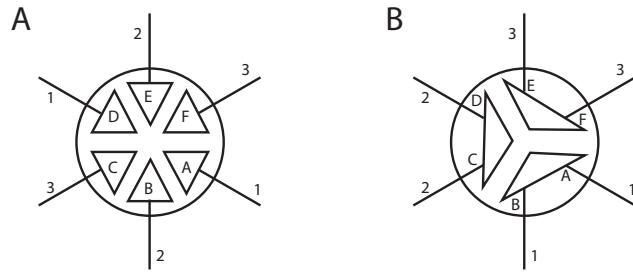

Fig. 8.e
- électrovanne d'alimentation (Fig. 8.a dét. 3 et Fig. 8.c dét. 2). Après avoir déconnecté les câbles et les tuyauteries, retirer l'électrovanne et contrôler l'état de propreté du filtre en entrée et le nettoyer, si nécessaire, utiliser de l'eau et un brosse souple;
- collecteur avec pompe de vidange (Fig. 8.a dét. 5). Vérifier qu'il n'y ait pas de résidus solides dans le logement du cylindre, retirer les éventuelles impuretés. Contrôler que le joint d'étanchéité (O-Ring) ne soit pas endommagé ou fissuré, si nécessaire le remplacer. Vérifier qu'il n'y ait pas de résidus solides dans le conduit de drainage;
- pompe de vidange (Fig. 8.c dét. 4). Déconnecter l'alimentation électrique, dévisser les vis de fixation et retirer les éventuelles impuretés (Fig. 8.a dét. 6). Nettoyer la cuve d'éventuelles incrustations et vérifier que l'eau coule librement de la cuve à la décharge (en correspondance de la pompe de vidange);
- cuvette de remplissage (Fig. 8.a dét. 1). Contrôler qu'il n'y ait pas d'obstructions ou de particules solides et que les électrodes de mesure de la conductivité soient propres, retirer d'éventuelles impuretés et rincer;
- kit tuyaux internes (Fig. 8.a dét. 2 et Fig. 8.c dét. 3). Contrôler qu'ils sont libres et exempts d'impuretés, retirer d'éventuelles impuretés et rincer.